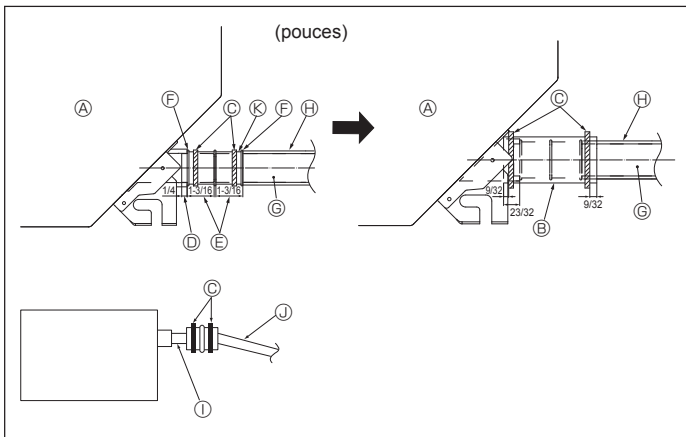

Fig. 4-2
1. Raccorder la prise d'écoulement (fourni avec l'appareil) au port de drainage. (Fig. 4-2) (Appliquer le tube à l'aide de ruban adhésif en PVC puis le fixer avec une sangle.)